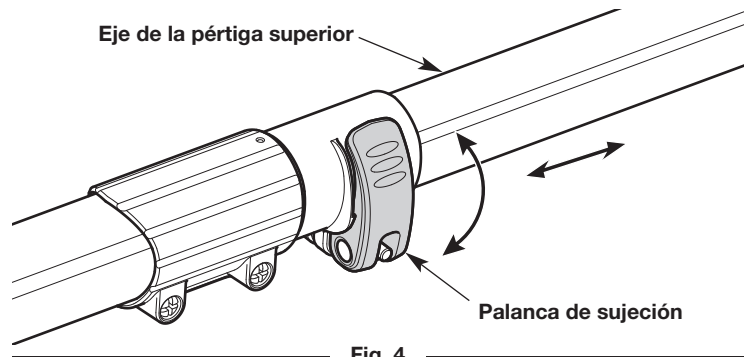

Fig. 4
1. Levante la palanca de sujeción (Fig. 4).
2. Deslice el eje de la pértiga superior hasta el largo que desee (Fig. 4).
3. Mueva la palanca de sujeción para bloquear el eje de la pértiga superior en su lugar (Fig. 4).